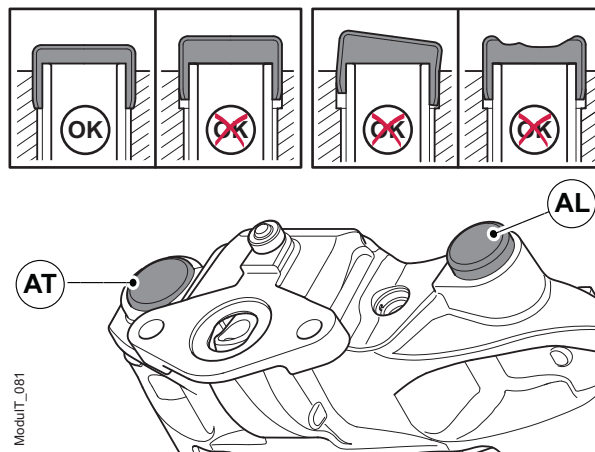

Figura 65. Colocación correcta de las tapas protectoras
14. Asegúrese de que las tapas protectoras estén bien ajustadas y tocando fondo, véase la figura 65.